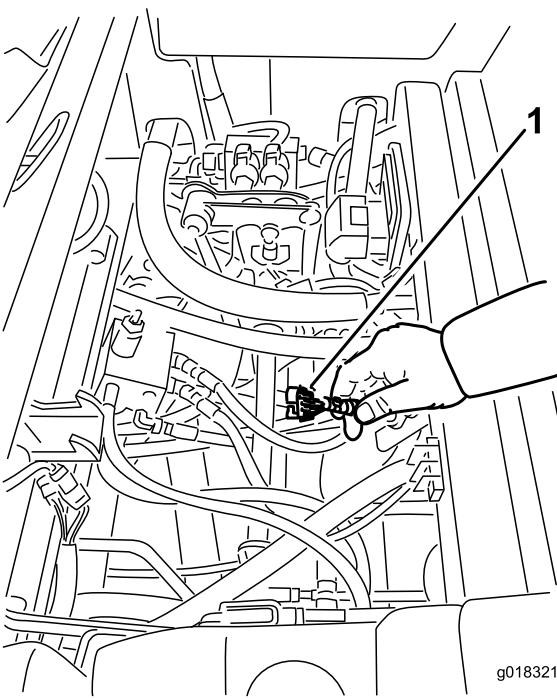

図 18
3. コントローラの近くにあるワイヤハーネスとそのコネクタを探し出す図18。